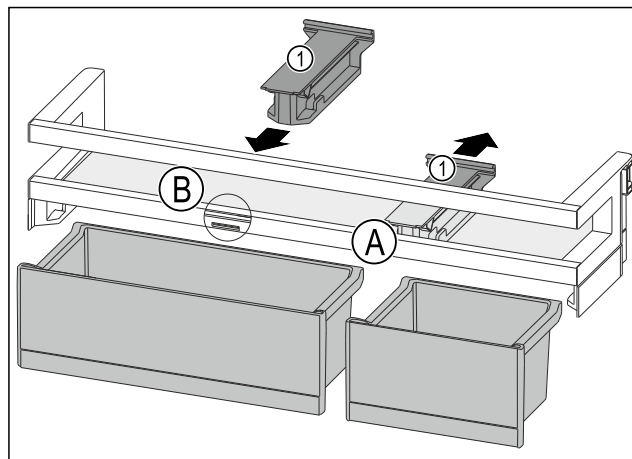

Fig. 221
- Retirer la pièce de retenue Fig. 221 (1) en position Fig. 221 (A) vers l'arrière.
- Mettre la pièce de retenue Fig. 221 (1) en position Fig. 221 (B).